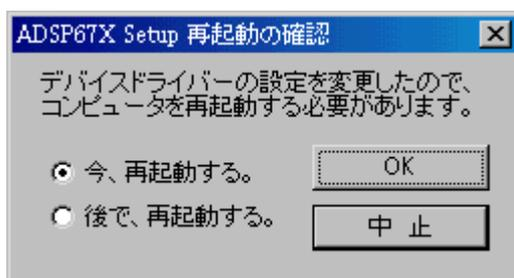

図2-3
- 4). 図2-3のようなダイアログが表示されますので、「今、再起動をする。」か「後で、再起動をする。」かを選択して、「OK」を押してください。